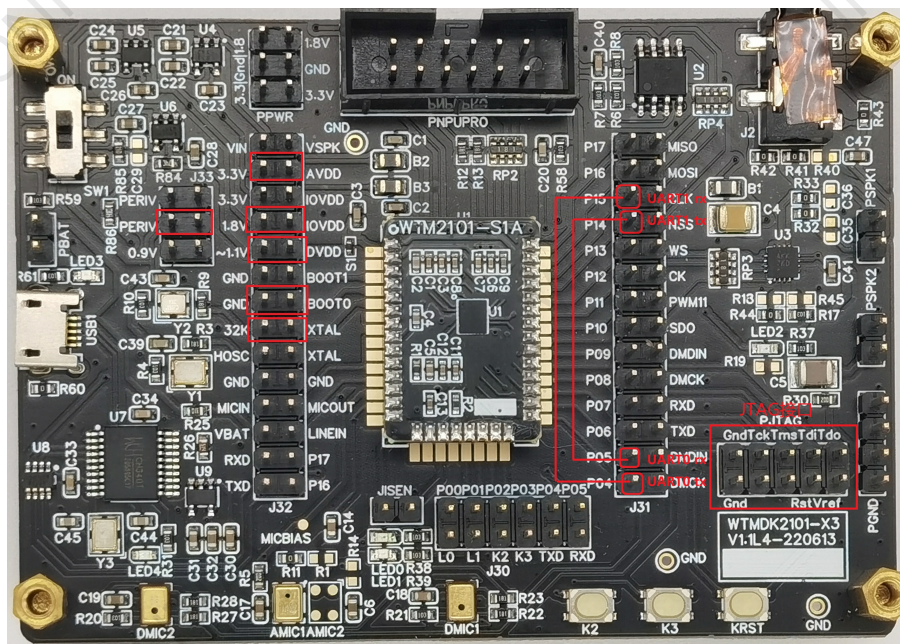

图1. 硬件连接参考图
1. 参考硬件接线图1连接各个跳线（包含参考供电，JLink，UART0与UART1等连接）